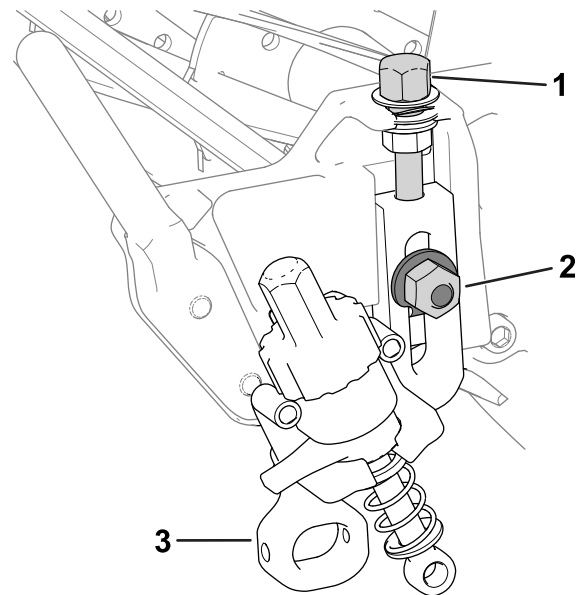

Figure 11
1. Vissez les vis de réglage de hauteur de coupe retirées précédemment au sommet des ensembles de hauteur de coupe (Figure 11).
des rondelles spéciales retirés précédemment (Figure 11).